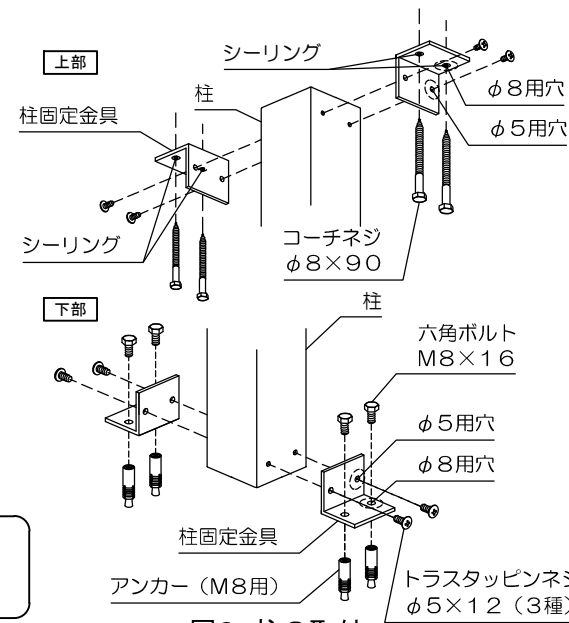

図6. 柱の取付
- (1) 柱の両端に柱固定金具をトラスタッピンネジφ5×12（3種）で固定してください（図6）。
- (2) 下部の柱固定金具取付部に下穴（φ12.5、深さ39）をあけ、アンカー（M8用）を埋込み、六角ボルトM8×16で固定してください（図6）。
- (3) 上部の柱固定金具取付部に下穴（φ6.5）をあけ、シーリング材を充てんし、コーチネジφ8×90で固定してください（図6）。